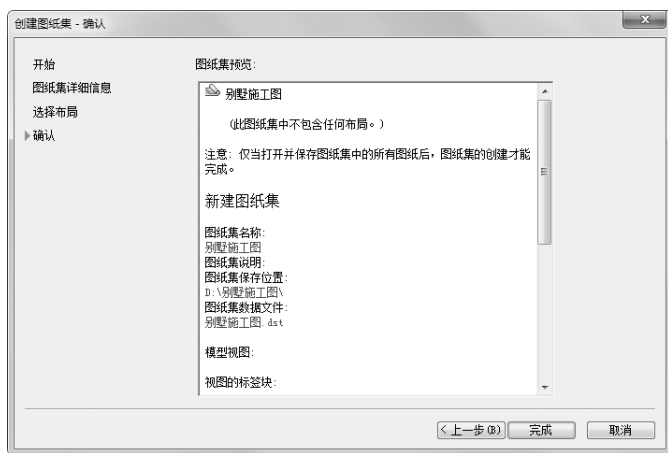

图 7-55 “创建图纸集 - 确认”对话框
(5) 单击“确定”按钮，并单击“下一步”按钮，显示图纸集的详细信息以使用户确认，如图 7-55 所示，单击“完成”按钮。